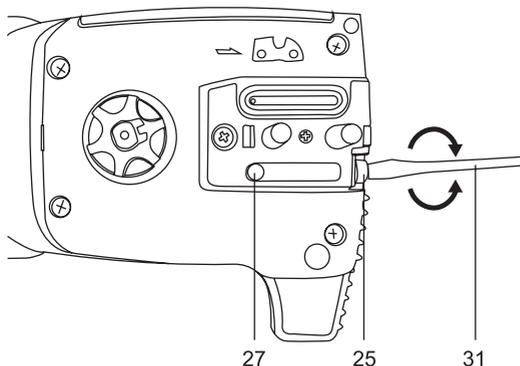

Fig. 7
5. Tournez la vis de tension (25) de chaîne dans le sens inverse des aiguilles d'une montre à l'aide du tournevis de l'outil multifonction (31), la goupille de tension (27) se déplace alors vers la gauche. Si la vis de tension (25) de chaîne est tournée dans le sens des aiguilles d'une montre, la goupille de tension (27) se déplace alors vers la droite. (Fig. 7)